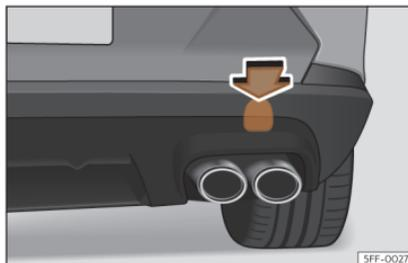

Fig. 45 Sul lato destro del paraurti posteriore: estrarre il coperchio.
L'alloggiamento dell'occhiello di traino avvitabile è situato sul lato destro del paraurti posteriore, dietro a un coperchio» fig. 45.
- Per sbloccarlo, premere sull'area superiore del coperchio» fig. 45.